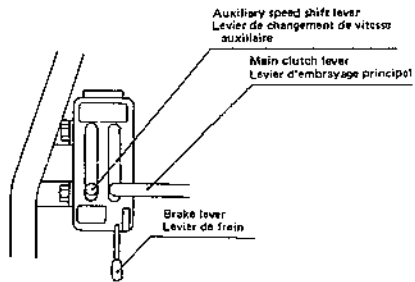

Fig. 3-1
- (1) Libérer l'embrayage principal (Fig. 3-1)